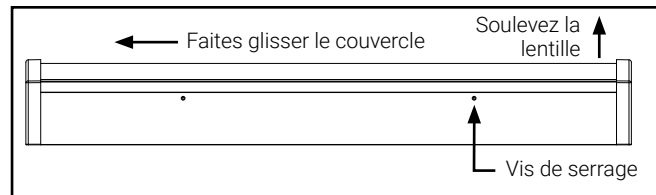

Figure 1.
2. Retirez la lentille en desserrant les vis de serrage (ne les retirez pas complètement), puis faites glisser la lentille vers une extrémité pour qu'elle puisse dégager le capuchon d'extrémité situé à l'opposé et permettre son retrait. Mettez la lentille de côté pour le moment (Figure 1).